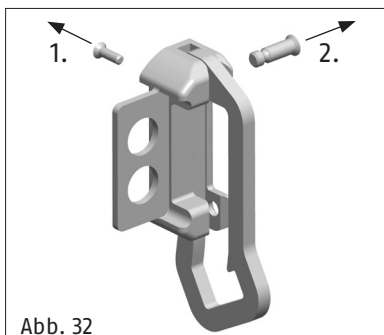

Abb. 32
2. Der Schließkasten ist für DIN rechte Türen vormontiert. Bei DIN linken Türen muss der Sperrbügel gemäß (Abb. 32) umgelegt werden.